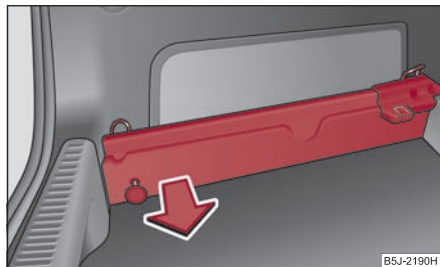

Fig. 85 Coffre à bagages:
- Attrapez la glissière de support (A) ⇒ fig. 85 et sortez-la en la tirant dans le sens de la flèche. Procédez de la même façon pour déposer la glissière de support de l'autre côté du coffre à bagages.